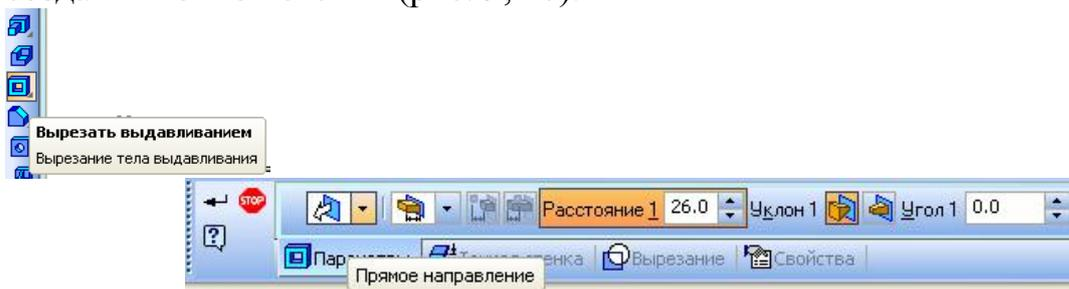

Рис. 9.
12. Закройте эскиз. Нажмите кнопку *Вырезать выдавливанием* на расстоянии **26 мм** в прямом направлении, обратить внимание на отказ от создания тонкой стенки (рис. 9, 10).